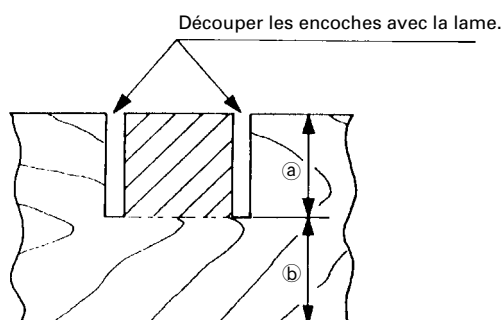

Fig. 33
Les encoches dans les pièces se découpent comme indiqué à la Fig. 33 en réglant le boulon de réglage de la profondeur de 8 mm.
- (1) Desserrer l'écrou à oreilles de 8 mm et tourner le boulon de réglage de la profondeur de 8 mm à la main.
- (2) Régler la profondeur de coupe voulue en réglant la distance entre la lame et la surface du socle (voir B à la Fig. 33).
- (3) Quand le réglage est terminé, bien resserrer l'écrou à oreilles de 8 mm.